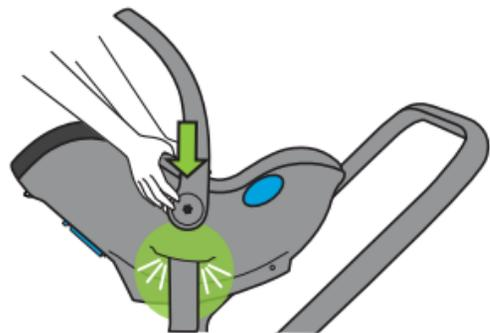

Figure 76
- Appuyez sur chaque côté du porte-bébé pour verrouiller chaque adaptateur, comme indiqué à la **Figure 76**.